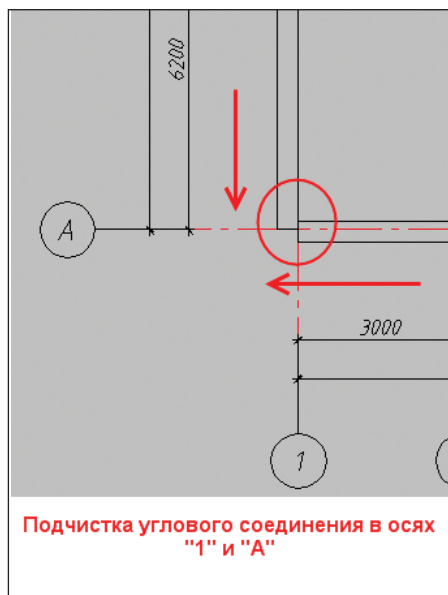

Рис. 19
1. **Угловое соединение** (рис. 19).